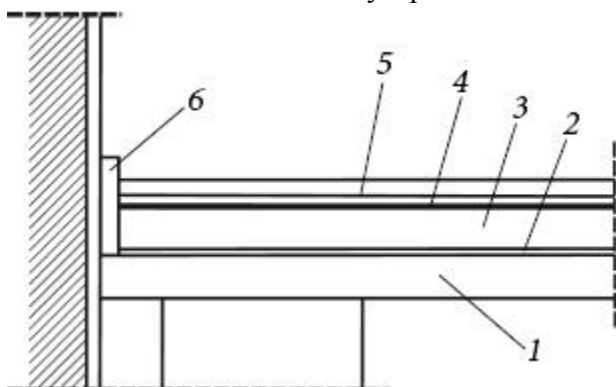

Рис. 23. Изоляция «однослойного»
2. На доски или деревянные плиты перекрытия укладывают слой пленочной гидроизоляции с перекрытием стыков между ее кусками на 10 см или более. Пленку (или мембрану) монтируют на клей или гвозди, стыки проклеивают металлизированным скотчем. Возможно также устройство обмазочной гидроизоляции (рис. 23).